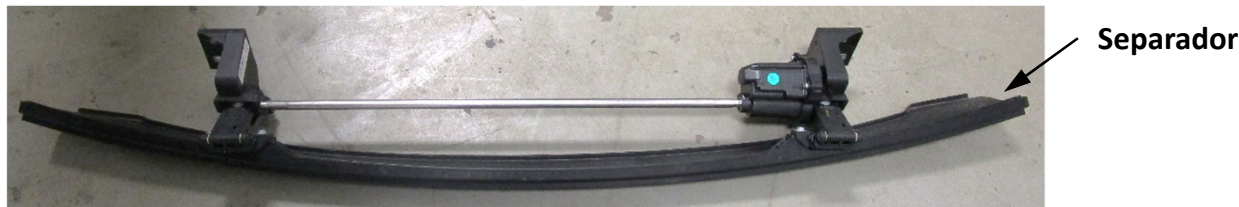

Figura 5.
- SI ESTÁ PRESENTE: Retirar el separador:** con un cubo de 13 mm de profundidad, retirar (4) tuercas hexagonales del separador, (2) por lado. Con un destornillador plano, desconectar el cableado del separador y dejar a un lado. **Ver la Figura 5.**
- Retirar los soportes plásticos del retenedor de aire:** con un cubo de 10 mm y un destornillador plano, retirar (1) perno, (2) remaches de plástico y (1) el mazo de cables de (2) soportes plásticos del retenedor de aire ubicados detrás del retenedor de aire.
- Retirar el retenedor de aire inferior:** con un cubo de 10 mm de profundidad, retirar (18) tuercas hexagonales que sujetan el retenedor de aire inferior con el parachoques delantero. **NOTA:** Usar una navaja de uso general o tijeras para metal para cortar (3) clips de retenedores de plástico y retirar el retenedor de aire inferior.
- Aflojar el receptáculo de la rueda plástico:** con un cubo de 8 mm, aflojar (2) tornillos que sujetan el receptáculo de la rueda plástico lo suficiente para deslizar el receptáculo de la rueda por encima de las arandelas de los pernos, en ambos lados.
1. **SI ESTÁ PRESENTE:** Retirar el separador: con un cubo de 13 mm de profundidad, retirar (4) tuercas hexagonales del separador, (2) por lado. Con un destornillador plano, desconectar el cableado del separador y dejar a un lado. Ver la Figura 5.